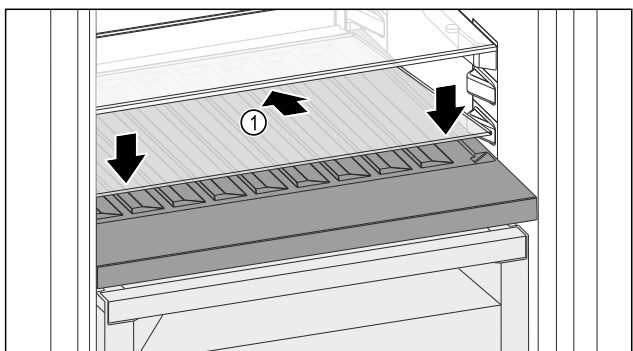

Fig. 118
- ▶ Postavite staklenu ploču Fig. 118 (1) ukoso, nagnutu straga prema dolje.
- ▶ Staklenu ploču Fig. 118 (1) podignite sprijeda.